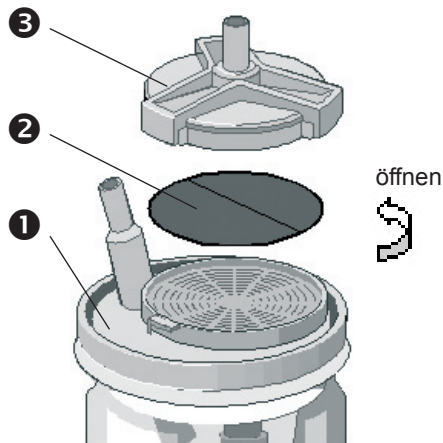

Bild 6. Einmal-Bakterienfilterblättchen
Unter Verwendung des Reinigers Neodisher AN (Hersteller Dr. Weigert, Hamburg) ist auch die Reinigung in einer Spezialspülmaschine möglich. Hierzu entfernen Sie vorher das Einmal-Bakterienfilterblättchen (Bild 6, Seite 13).
- Im Sekretbehälterdeckel befindet sich ein Einmal-Bakterienfilterblättchen (❷, Bild 6), welches das Geräteinnere vor Kontamination schützt und durch seine hydrophobe Eigenschaft Flüssigkeiten stoppt. Es verhindert zusammen mit der mechanischen Überlaufsicherung das Einsaugen von Absauggut in das Geräteinnere und dadurch den Ausfall des Gerätes. Die Basis des Filtermaterials ist eine poröse Teflonschicht, die auf ein Trägermaterial (Polyestervlies) aufgebracht ist. Die Porengröße des Teflonmaterials ist 1µm.